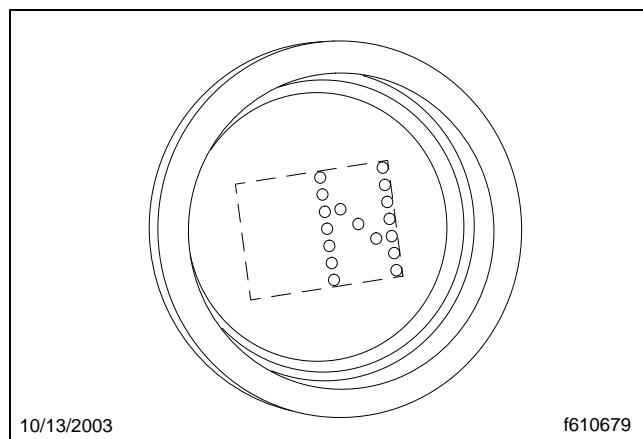

Fig. 8.28, Affichage du point mort
Le point mort (N) se trouve immédiatement en dessous de la marche arrière (R) sur le sélecteur à quatre positions situé au bout du levier de commande SmartShift. Pour sélectionner le point mort (N), appuyez sur le bouton de verrouillage du point mort et positionnez le sélecteur en dessous de R. Lorsque le point mort est sélectionné, la lettre N s'affiche sur l'indicateur de rapport en cours. Voir la **figure 8.28**.